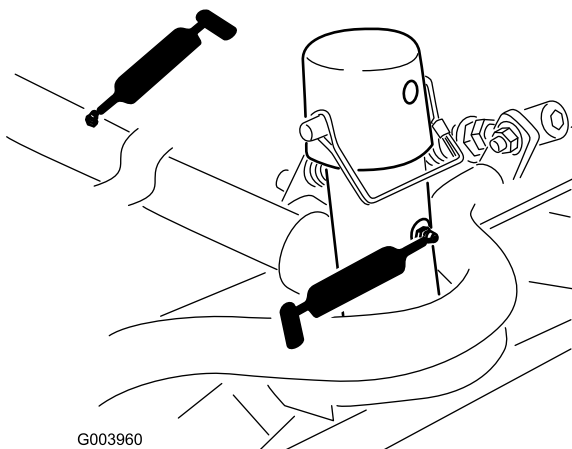

Figure 54
- Bâti porteur de plateau de coupe et pivot (x 2) (Figure 54)